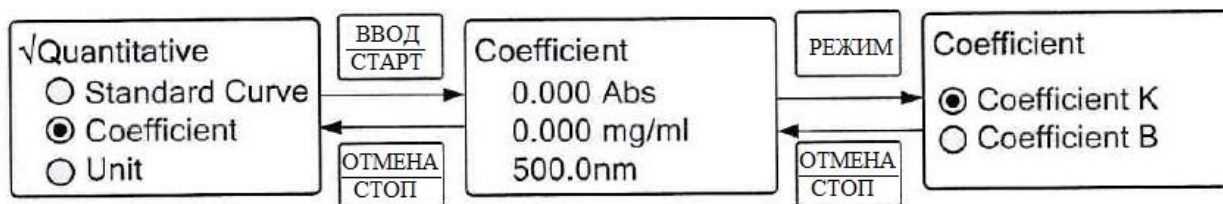

Рисунок 23. Меню выбора коэффициентов
2.4.3.3. С помощью кнопок “▲” и “▼” выберите режим измерения с расчетом концентраций по коэффициентам (Coefficient). Для подтверждения выбора нажмите кнопку “ВВОД/СТАРТ”. На дисплее появится меню, показывающее текущие коэффициенты, для установки новых нажмите кнопку «РЕЖИМ», дисплей отобразит меню выбора коэффициентов (Рисунок 23):